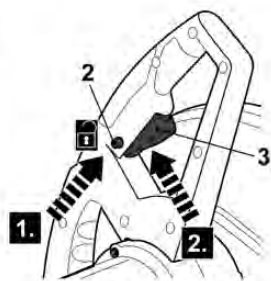

Fig. 9
- > Presione y mantenga presionado el botón de desbloqueo (2) y a continuación presione el interruptor de encendido/apagado (3) para encender el producto (Fig. 9). Después, suelte el botón de desbloqueo.
- > Suelte el interruptor de encendido/apagado (3) para apagar el producto.